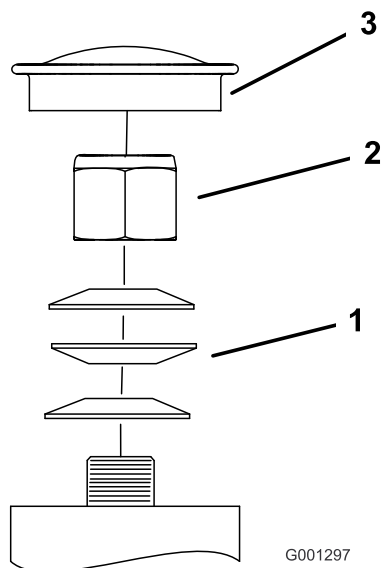

Figura 50
3. Retire el tapón anti-polvo de la rueda giratoria y apriete la contratuerca (Figura 50).
4. Apriete la contratuerca hasta que las arandelas de muelle estén planas, luego afloje 1/4 de vuelta para establecer la pre-carga correcta de los cojinetes (Figura 50).
Importante: Asegúrese de que las arandelas de muelle estén correctamente instaladas, según muestra Figura 50.
5. Coloque el tapón anti-polvo (Figura 50).